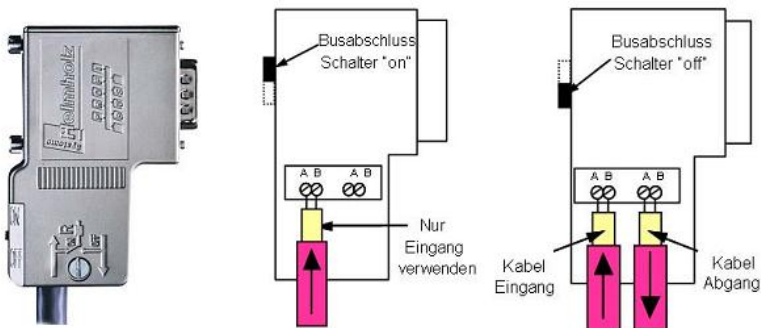

Abbildung 2
- 2.) Die Datenkabel von eingehendem und ausgehendem Geräteknoten dürfen nicht vertauscht werden (siehe Abbildung 2).